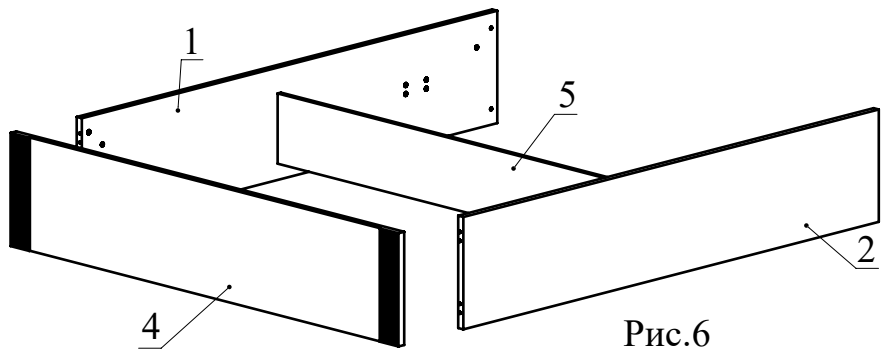

Рис.6
8. Установите деталь 4 к деталям 1 и 2 и затяните головки минификсов (Рис. 6).